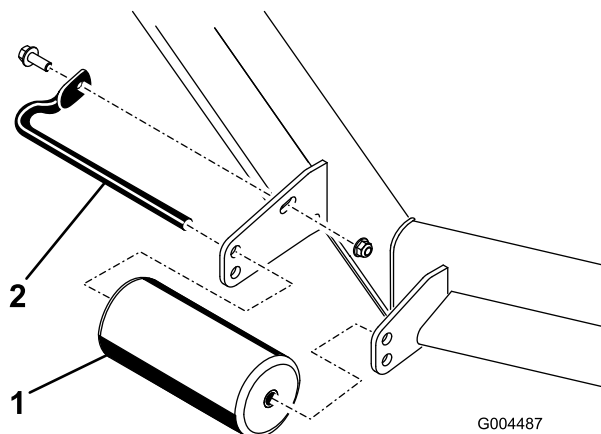
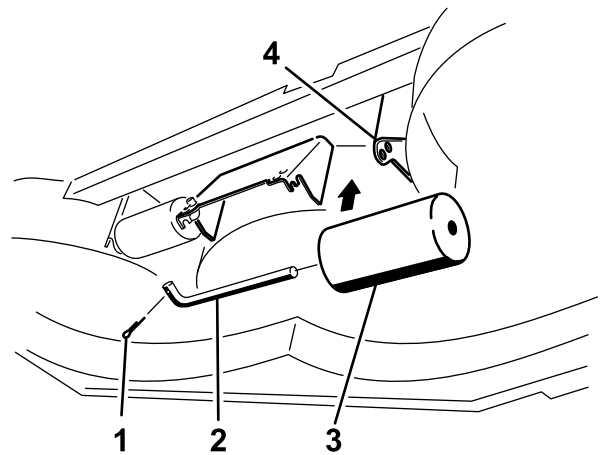

Figure 28
Figure 32
- Retirez les fixations de chaque galet sur le plateau de coupe et montez ou abaissez les galets selon le cas ; reportez-vous aux Figure 28 à Figure 32 selon ce qui convient à votre tondeuse.